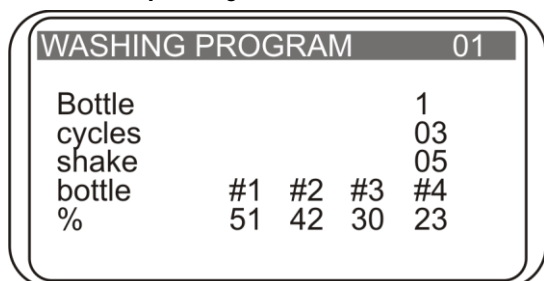

Fig. 8. Messaggi relativi al programma operativo
- 4.17. Se all'unità è collegato un registratore del peso della soluzione di lavaggio a 4 canali, durante l'operazione verranno visualizzati sul display i seguenti messaggi (fig. 8): numero del programma, numero del flacone in uso, cicli rimanenti e percentuale di volume di liquido rimasto nei flaconi. Per quanto riguarda il flacone con il liquido di scarto, la quantità di liquido contenuta verrà visualizzata di conseguenza, sulla base della percentuale di volume di 2 litri.